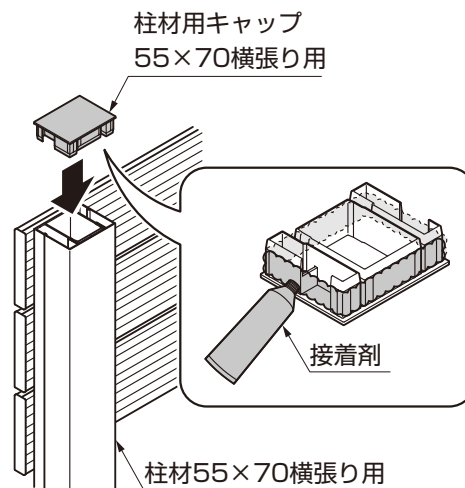

図4-8
⑦柱材用キャップ55×70横張りに接着剤を塗布し、柱材55×70横張りに取付けてください。(図4-8参照)